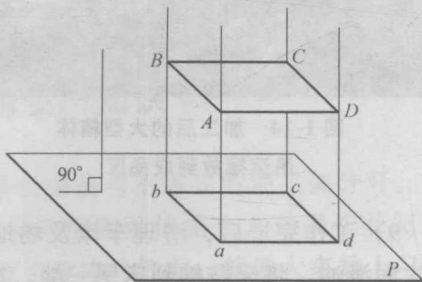

图 1-19 正投影
2) 绘制机械图样时采用正投影法（投射线垂直投影面），所得到的投影即正投影，如图 1-19 所示。